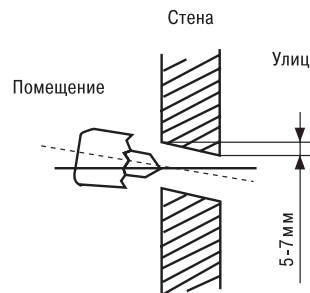

Рис. 4
- Определите расположение отверстия относительно монтажной пластины. Просверлите одно отверстие Ø65 мм с небольшим уклоном вниз изнутри наружу (как показано на рис. 4).